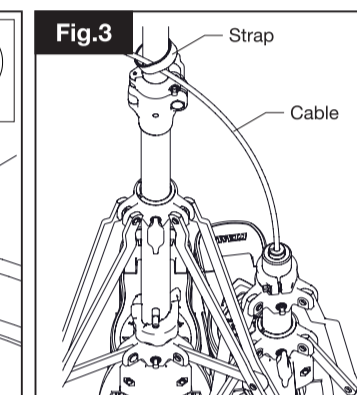

Fig.4
2. Place the Top Cymbal of the Hi-hat between the adjusting nut and the felt washer (Fig.4).
2. ハイハットのトップシンバルを、樹脂製の調整ナットとフェルトワッシャーの間に通します(図4)。